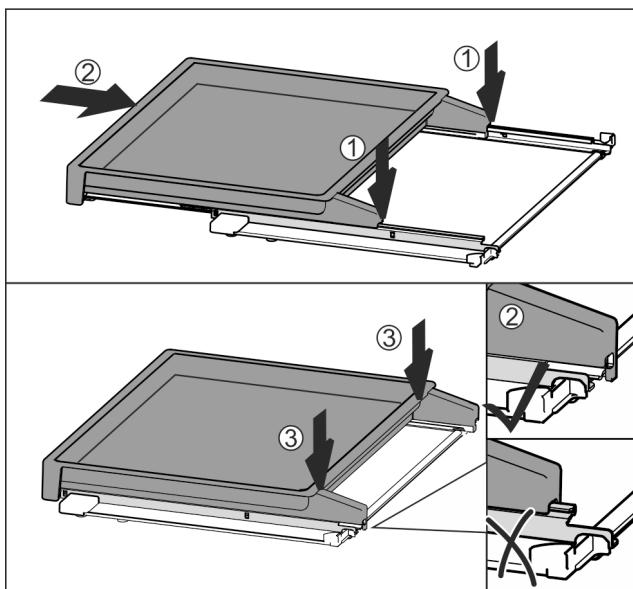

Fig. 41
- Nasadte vyťahovaciu poličku centricky na koľajničky Fig. 41 (1).
- Úplne zasuňte vyťahovaciu poličku Fig. 41 (2).
- Tlačte na zadnú stranu, kým počutelne nezapadne Fig. 41 (3).